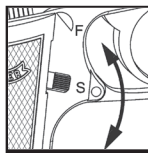

Fig. 2A
- Poussez le cran de sûreté vers le bas jusqu'à ce qu'il pointe vers le "S" et couvre le point rouge. (Fig. 2A) Le cran de sûreté n'est pas en position "ON SAFE" à moins qu'il ne soit poussé complètement vers le bas et que le point rouge ne soit plus visible.